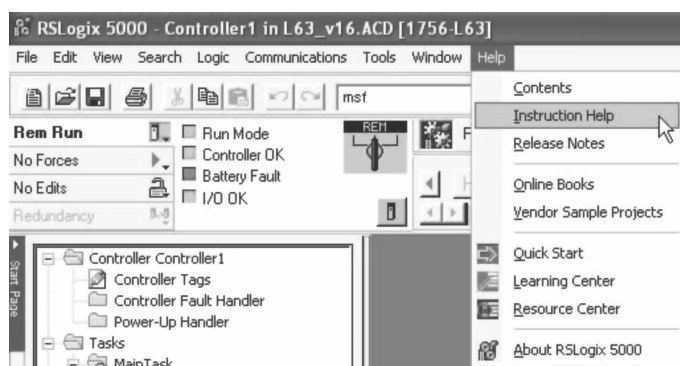

图 5-1 指令帮助菜单
1. 在“帮助”（Help）下拉菜单中选择“指令帮助”（Instruction Help），如图 5-1 所示。